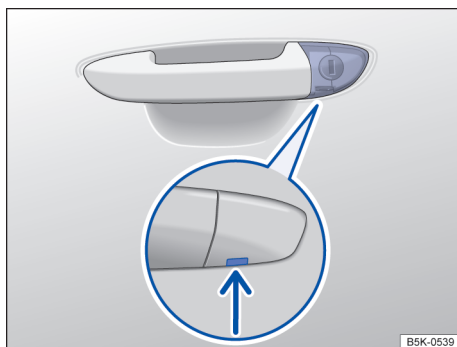

Fig. 57 Maçaneta da porta do condutor: cilindro da fechadura coberto.
- Inserir a haste da chave por baixo na abertura da capa de cobertura → Fig. 57 (seta).